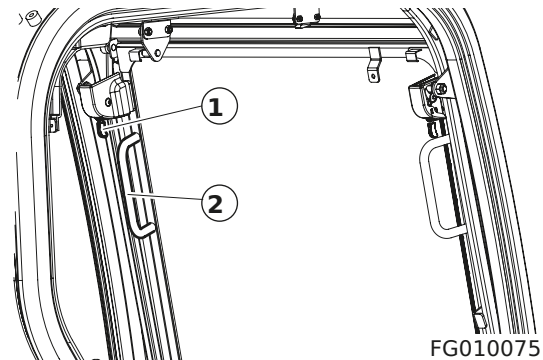

Figura 67
Al guardar la ventana frontal en el techo de la cabina, asegúrese de que ambas palancas de liberación (1, Figura 67) estén enganchadas.
5. Sostenga las manijas de la ventana (2, Figura 67), luego tire de las palancas de cierre (1) para liberar el cerrojo. La parte superior de la ventana delantera saldrá.
5. Cuando la parte inferior de la ventana alcance la parte superior de la ventana frontal inferior, empuje la ventana frontal para acoplar el cerrojo (2, Figura 67).